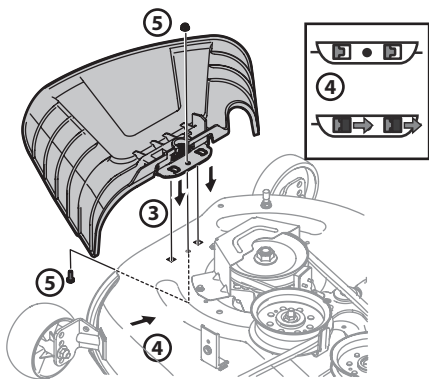

Figure 2-14
3. Lorsque vous placez le déflecteur d'éjection sur le plateau de coupe, insérez les pattes du déflecteur d'éjection dans les trous du plateau de coupe. Voir Figure 2-14.
4. Lorsque les pattes sont insérées dans les trous du plateau, glissez le déflecteur d'éjection vers l'arrière de l'appareil jusqu'à ce que le trou du boulon sur le déflecteur d'éjection s'aligne avec celui du plateau de coupe. Voir Figure 2-14.
5. Fixez le déflecteur d'éjection avec l'écrou autobloquant à bride et le boulon hexagonal retirés à l'étape 2. Serrez la quincaillerie à un couple de 102 à 124 pi-lb. Voir Figure 2-14.